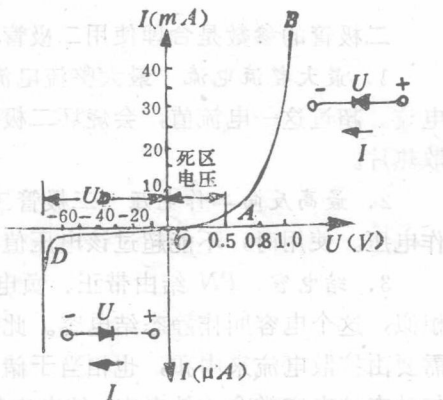

图 15-4 晶体二极管的伏安特性曲线
1. **正向特性** 二极管的特性曲线如图15-4所示。坐标中第一象限内的曲线为正向特性曲线。当正向电压较小 ( $< 0.5V$ ) 时，外电场还不足以克服自建电场对多子扩散运动所造成的阻力，二极管呈现很大的电阻，正向电流很小，如图15-4中OA段，这一段范围叫作**死区**，相应的电压叫作**死区电压**。硅二极管的死区电压一般在  $0.5V$  左右，锗二极管一般略低于  $0.2V$ 。当外加电压大于死区电压后，自建电场被大大削弱，二极管内阻变小，电流随电压的增大而迅速上升，如图15-4中AB段，这就是二极管的正常工作区。在正常工作时的硅管压降通常为  $0.6 \sim 0.7V$ ，锗管压降为  $0.2 \sim 0.3V$ 。
2. **反向特性** 第三象限内的曲线是反向特性曲线。在外加反向电压时，反向电流很小。反向电压增加而反向电流几乎不变，如图15-4中OD段所示。这是因为反向电流由少子形成，而少子的数量又很小所致。在这种情况下的电流又叫作**反向饱和电流**。反向饱和电流既然由少子形成，当然对温度的变化就很敏感，温度升高时，反向饱和电流明显增大。